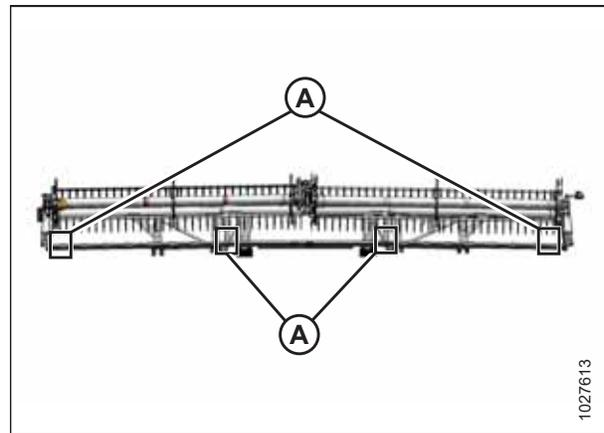

Figura 5.234: Locais de medição:
- Figura 5.234, página 528 – Plataforma FlexDraper®